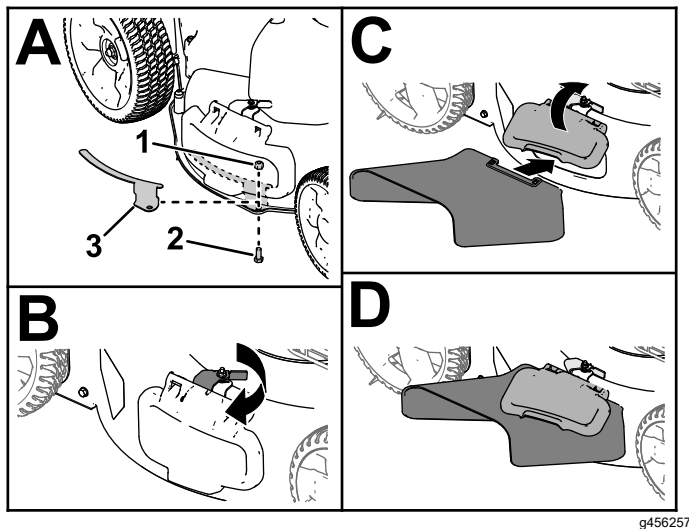

Figure 19
1. Retirez le support déflecteur d'éjection latérale et ses fixations (A de Figure 19).
2. Déverrouillez et soulevez le déflecteur latéral, puis montez la goulotte d'éjection latérale (B, C et D de Figure 19).
Important: Installez le support de déflecteur lorsque vous n'utilisez pas la goulotte d'éjection latérale (A de Figure 19).